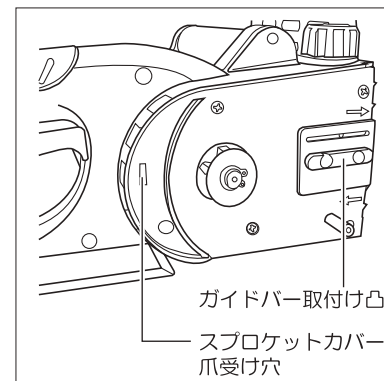

図12
- ③ガイドバーの長穴を、本体ガイドバー取付け凸に合わせてください。(図12参照)
- ④スプロケットカバーをかぶせて、ソーチェーンダイヤルを右に回し軽くソーチェーンを張ってください。
- ⑤スプロケットカバーの爪を、本体の爪穴に先に差込んでからかぶせてください。(図12参照)
- ⑥ソーチェーンの張り方法(9ページ)①～④を参照して、ソーチェーンを張ってください。
- ⑦新しいソーチェーンは多少伸びますので、数本切断しましたら張り具合を確認してください。張り具合の確認では、必ず差込プラグを電源から抜き取って行ってください。